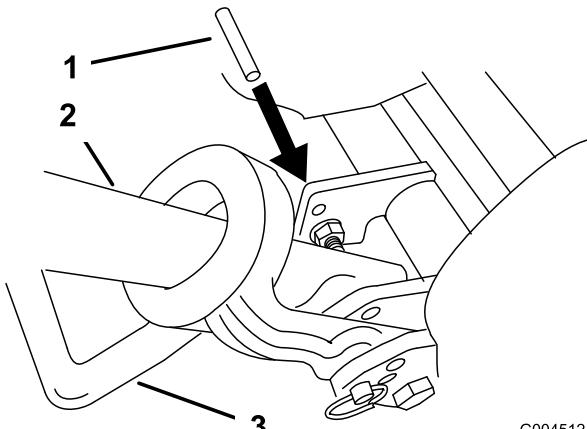

Figura 47
- Baje el soporte de pie. Inserte un pasador o similar de 6 mm de diámetro en el taladro del bastidor situado por encima del perno de montaje del soporte de pie (Figura 47).